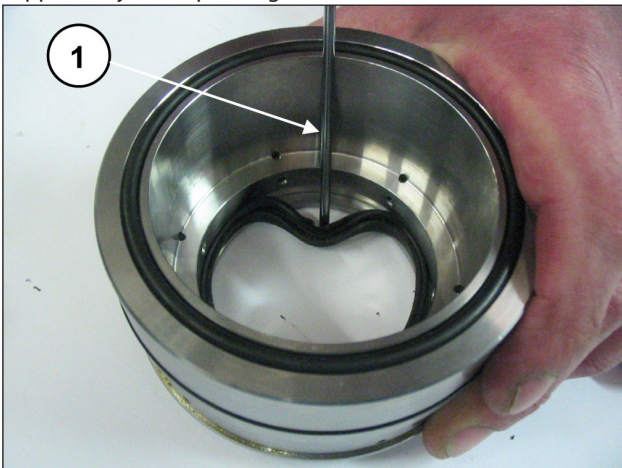

Fig. 163
Pour ôter le joint de basse pression, utiliser une jauge d'épaisseur ou un outil qui n'endommage pas le siège du support du joint (rep. ①, Fig. 163).